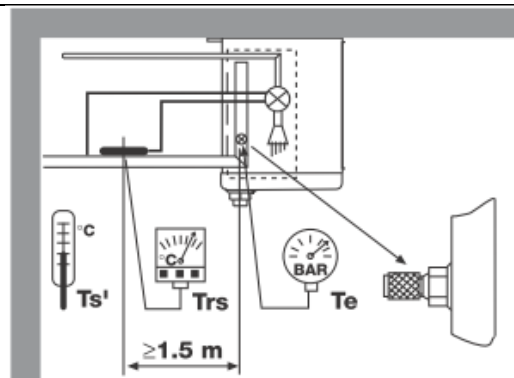

Fig. 4
- Il manometro per le verifiche (Te, fig. 4); gli apparecchi sono muniti di apposita valvola per attacco del manometro. Alla fine di questa operazione rimontare le coperture laterali.
- La tubazione di scarico dell'acqua (F) al tubo di scarico della bacinella (G).
- Pressure checks (Te, fig. 4); all units are fitted with a schrader valve on the suction pipe, so that the suction pressure can be measured for correct operation. When all connections and adjustments have been made refit both side panels
- The water drain tubing connection (F) to drain pan tube (G).
- Manometrów kontrolnych (Te, Rys. 4): wszystkie urządzenia wyposażone są w zawory serwisowe na rurze ssącej, pozwalające na pomiar ciśnienia ssania i kontrolę prawidłowej pracy. Po zakończeniu prac przyłączeniowych i regulacji należy ponownie zamontować oba panele boczne.
- Instalacji odpływu skroplin (F) do króćca tacy skroplin (G).
- Prüfmanometer (Te, Fig. 4); Die Luftkühler sind mit einem Schraderventil ausgestattet, wo ein Prüfmanometer angeschlossen werden kann. Zuletzt sind die Seitenteile wieder zu montieren.
- Tropfwasseranschluß (F) an den Ablaufstutzen (G).